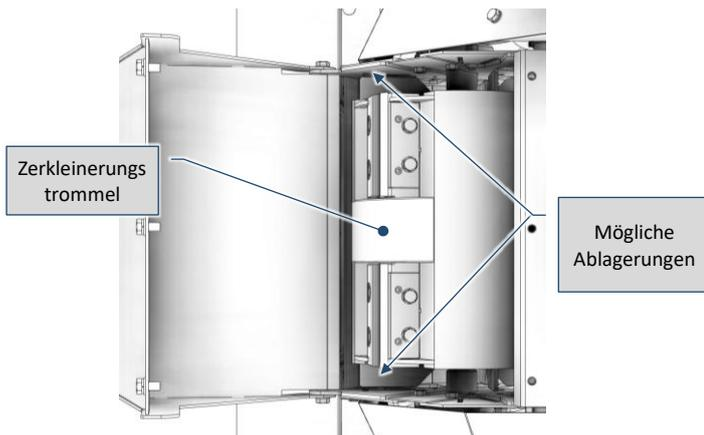
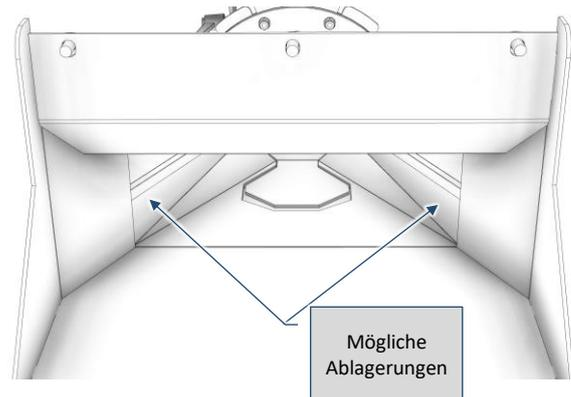

Abb. 9-38 – Detailansicht der inneren Teile der Zerkleinerungseinheit
Abb. 9-39 – Detailansicht des inneren Teils des Entladebands
- 2) Entfernen Sie die Ablagerungen an den Seiten der Zerkleinerungstrommel (Abb. 9-38) und in den beiden seitlichen Bereichen des Austragsförderers (Abb. 9-39), Verwenden Sie bei Bedarf einen Stammstoßgriff oder ein ähnliches Werkzeug, verwenden Sie jedoch keine Metallwerkzeuge, da sie die Maschine beschädigen könnten).